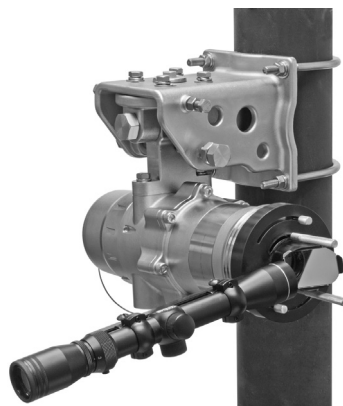

Рис. 26 — LS2000 с установленным устройством для юстировки
6. Установите устройство для юстировки на модуль приемника, вставив невыпадающие винты с накатанной головкой в резьбовые отверстия на лицевой панели, см. рис. 26. Убедитесь в правильной установке устройства для юстировки, что имеется доступ к окуляру и что винты с накатанной головкой затянуты полностью.